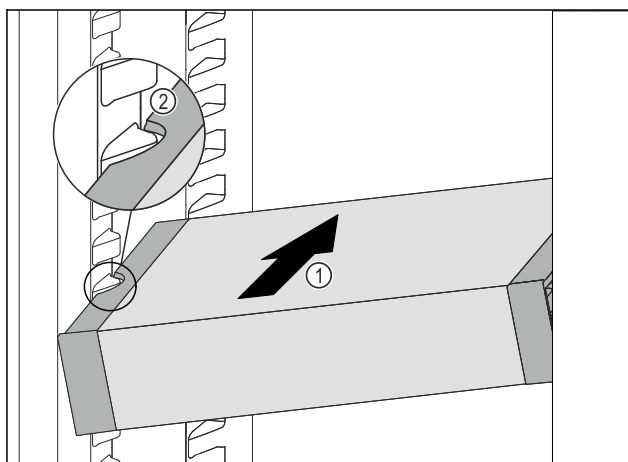

Fig. 164
- Zasuňte VarioSafe do chladničky pod úhlem tak Fig. 164 (1), aby vybrání na bocích Fig. 164 (2) VarioSafe byla na úrovni žebrování na nádobě v chladničce.